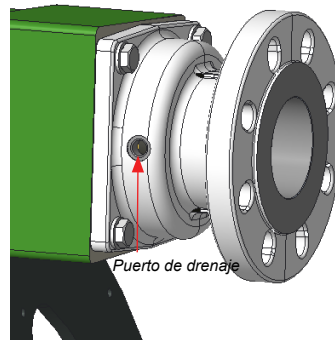

Figura 12. - Puerto de drenaje sin brida
8. Asegúrese de que la manguera se pueda ver únicamente a través del orificio de drenaje de la brida de puerto (Figura 12).